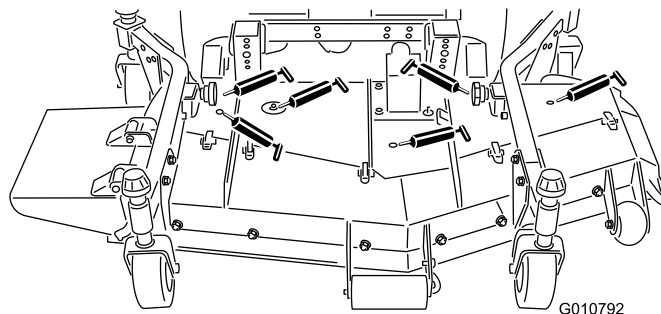

Figura 17
- cojinetes del eje de la cuchilla (Figura 17)
- articulaciones esféricas de los brazos de empuje izquierdo y derecho (Figura 17)